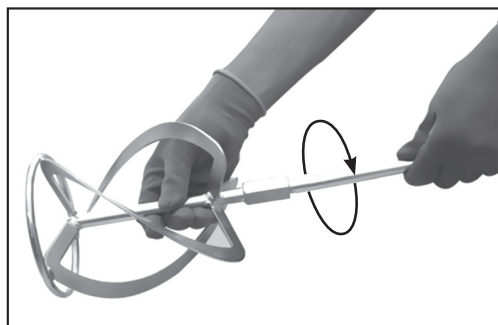

Fig. 1 - FIXAÇÃO DO BATEDOR NA HASTE
1. Rosqueie o batedor na ponta da haste (Fig. 1).